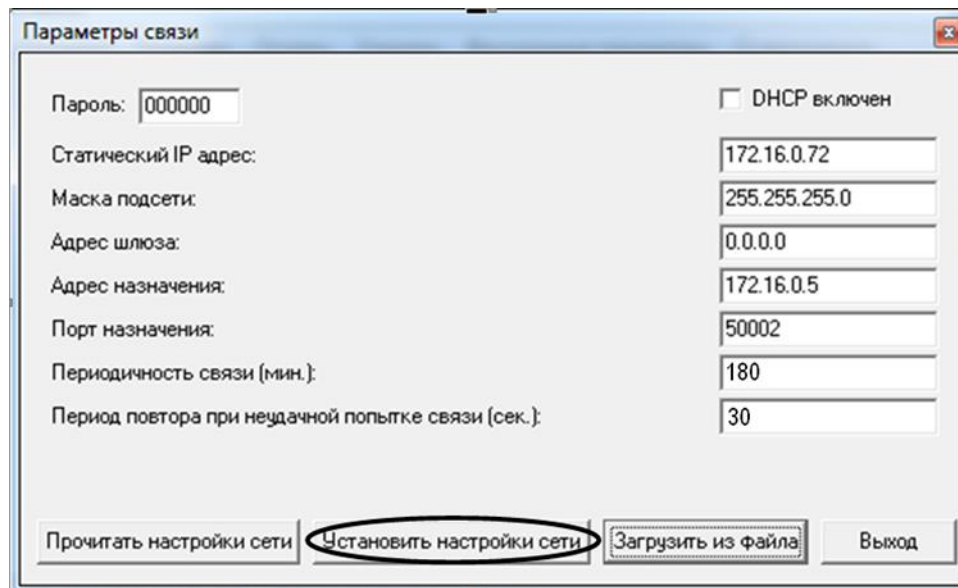

Рисунок 33
6.1.8 У вікні «Параметры связи» з'являться дані із файлу з налаштуваннями (рисунок 33). Для завантаження налаштувань до реєстратора натиснути кнопку «Установить настройки сети».